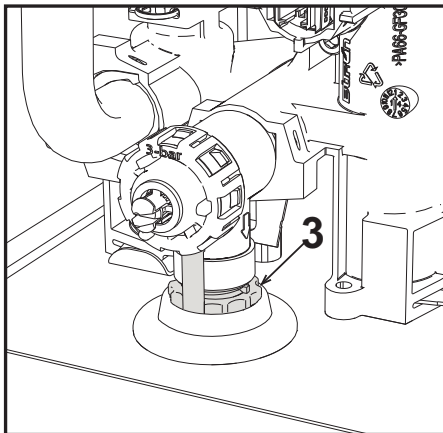

fig. 17
Për të shkarkuar impiantin, rrotulloni dorezën (ref. 3 - fig. 17) në drejtim kundër-orar për të hapur rubinetin. Mos përdorni asnjë vegël, por veproni vetëm me duar.